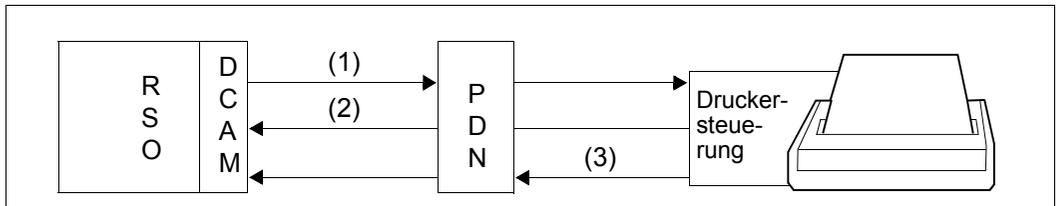

Bild 15: PDN und Druckersteuerung-Dialog mit RSO
Es ist jedoch nicht möglich, beim Senden der Daten (Pfad (1) im Bild 15) „transparent“ zu sein, da jede Nachricht, die zum Drucker gesendet wird, mit einem „Header“ beginnen muss, der mit der Anschlussart des Druckers übereinstimmt.